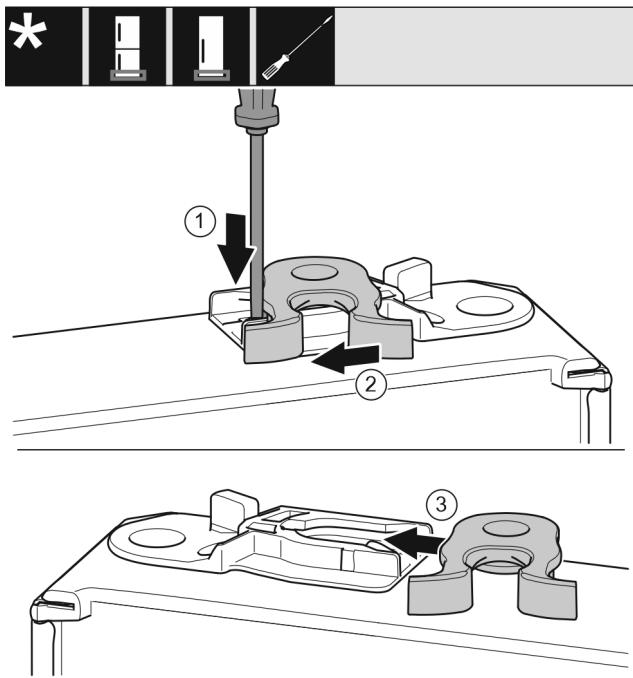

Fig. 18
- ▶ Πιέστε το αυτάκι Fig. 18 (1) με ίσιο κατσαβίδι προς τα κάτω.
- ▶ Τραβήξτε το άγκιστρο κλεισίματος Fig. 18 (2) από τον οδηγό.
- ▶ Ωθήστε το άγκιστρο κλεισίματος Fig. 18 (3) στην άλλη πλευρά στον οδηγό.